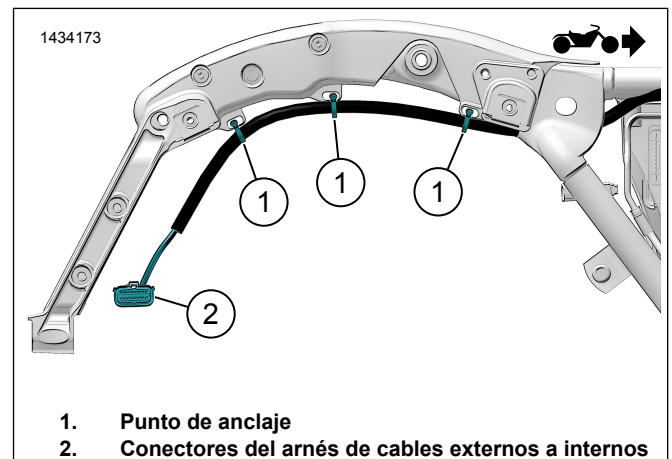
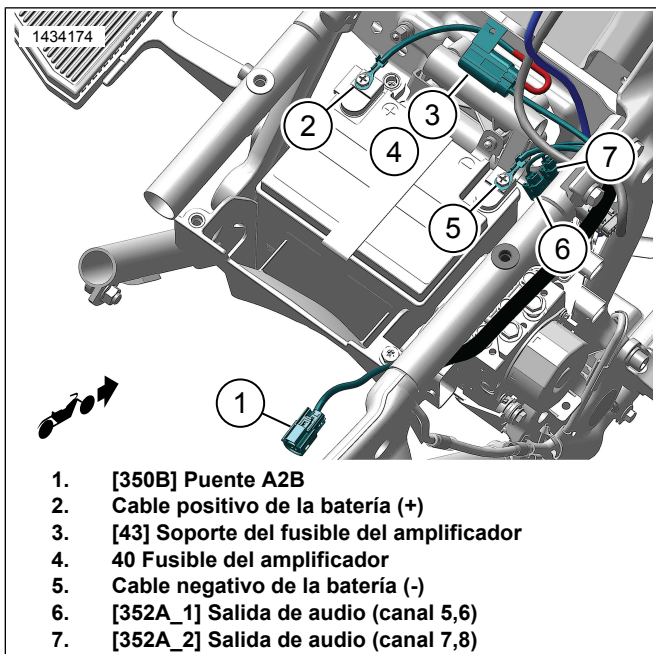

Figura 17. Colocación del arnés de cables principal (Típico)
Figura 18. Colocación del arnés de cables principal (Típico)
- a. Vea la Figura 17. Utilice las correas de los cables para instalar el arnés en los puntos de anclaje (1). No apriete excesivamente la correa de cables.
- c. Vea la Figura 18. Pase el arnés dentro del área de la caja de la batería.
- d. Conecte el cable negativo de la batería (2).
- e. Conecte el cable positivo de la batería (4).
- f. Instale el fusible (4) en el soporte del fusible (3).
- g. Asegure el soporte de fusible (3) con la correa de cable.
- h. Enrute los conectores (1) hacia el área de cubierta del lado izquierdo y los conectores (5, 6) hacia la cubierta del lado derecho.
2. Vea la Figura 17. Conecte el arnés externo de la alforja al arnés interno (2) de la alforja.
3. Vea la Figura 18. Conecte [350B] (1) del arnés del amplificador secundario a [350A] del arnés del amplificador primario.
- a. **FLTRKSE de 2022:** conecte [350B] (1) del arnés del amplificador secundario al conector de 2 vías.